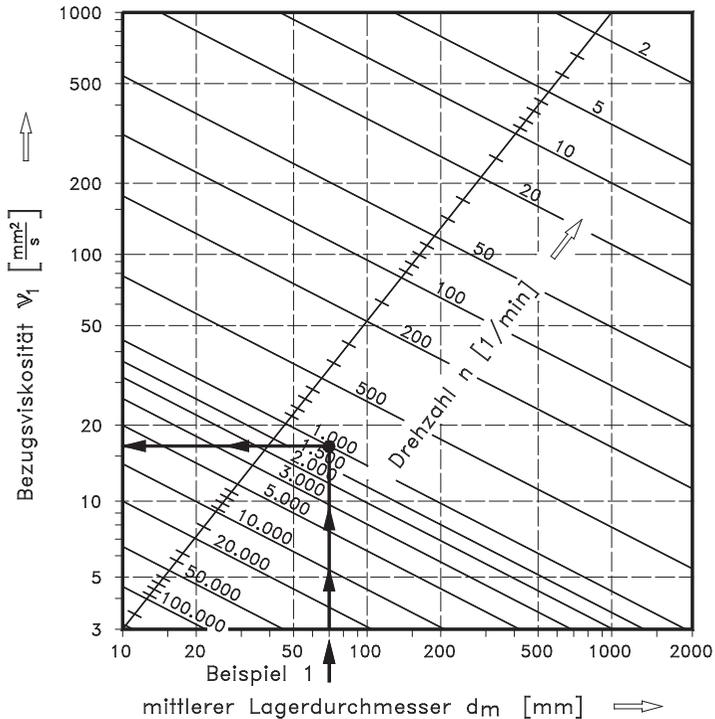

Abb. 6.9
**Schritt 2:** Im Diagramm (Abb. 6.9) (siehe Pfeil) geht man bei  $d_m = 70$  mm nach oben bis zum Schnittpunkt mit der gesuchten Drehzahl, im vorliegenden Beispiel bis zur Linie  $n = 1.000 \text{ min}^{-1}$ .